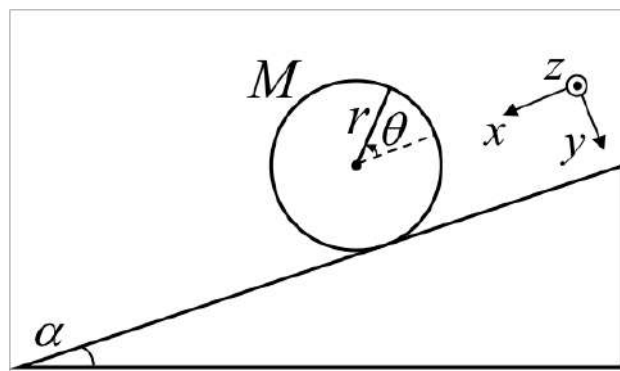

図1
1. 図1に示すように、水平面と角度 $\alpha$ をなす粗い斜面上に置かれた一様な球に関する運動について考える。ここで、 $M$ 、 $r$ をそれぞれ球の質量、半径とし、 $I$ を球の中心軸周りの慣性モーメント、 $g$ を鉛直下方向の重力加速度とする。また、球と斜面との静摩擦係数を $\mu$ 、動摩擦係数を $\mu'$ とする。斜面に沿って下向きを $x$ 軸の正方向、これと垂直下向きを $y$ 軸の正方向とし、球の回転軸周りの回転角を $\theta$  (反時計周りを正) とする。なお、初期状態で球は静止しているとする。以下の問いに答えよ。